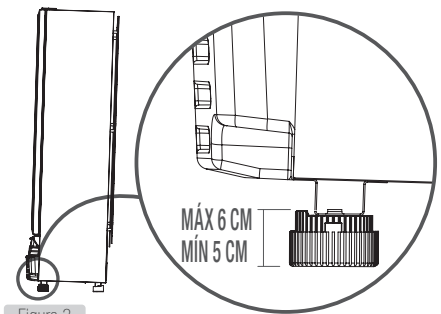

Figura 3
- 6 Es muy importante inclinar la unidad levemente hacia atrás, esto evitará vibraciones y permitirá que la puerta cierre correctamente. La nivelación se logra usando las patas regulables ubicadas en el frente del equipo. Deberán ajustarse de modo que alcancen una altura total de entre 5 y 6 cm, esta medida garantiza el correcto cierre de la puerta. (Figura 3)